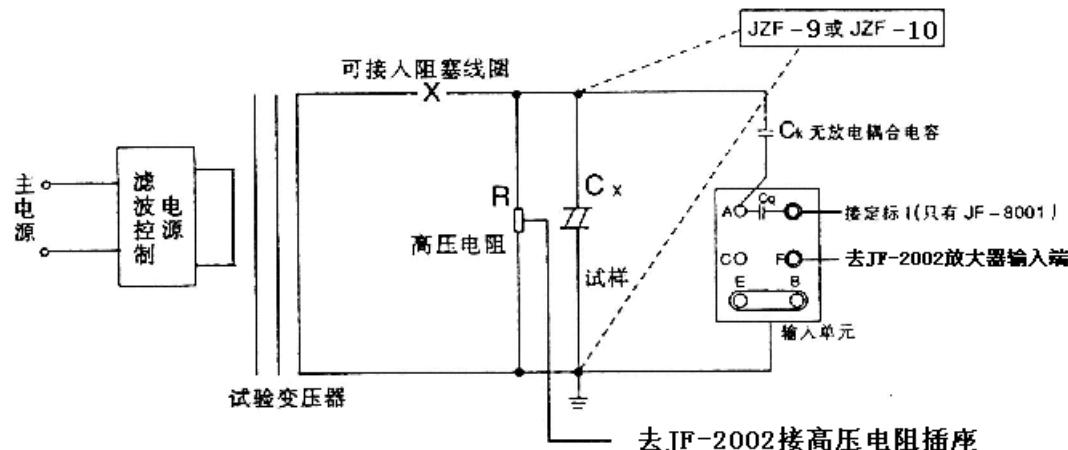

图 4 局部放电试验标准接法电路（直接法的并联法）
5、常用局部放电试验电路见图 4
参照图 4 接好线后，在未加试验电压前用 JZF 型校正脉冲发生器予以校准。
下面以图 4 为例，介绍一种试验方法：